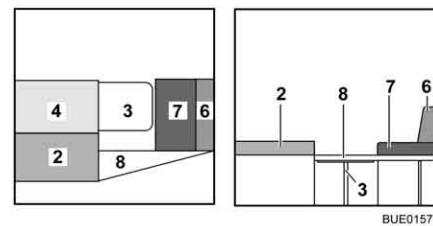

Fig. 159 Pendant la transformation
- Placer le coussin de dossier (Fig. 159,4) à côté du coussin d'assise (Fig. 159,2).
- Relever l'appui de la rallonge latérale de lit (Fig. 159,8) et accrocher cette dernière dans les réceptions des coffres de banquettes.